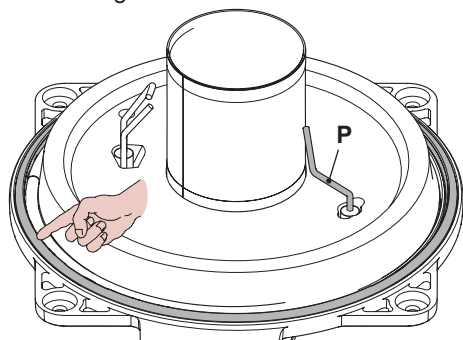
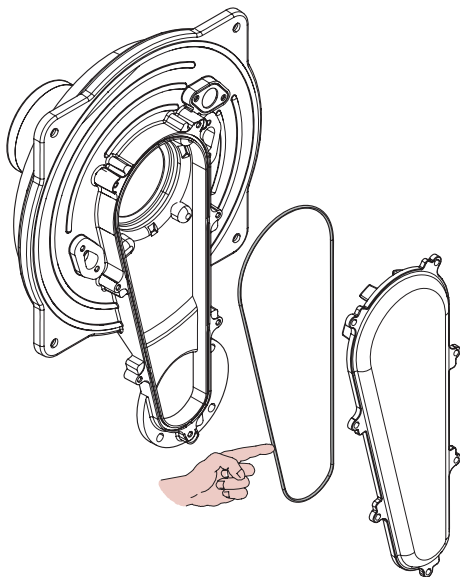

Figura 9.12
Figura 9.13
- La guarnizione in silicone della parete frontale della camera di combustione (Figura 9.12) e la guarnizione del coperchio condotto aria/gas (Figura 9.13) devono essere cambiate se deteriorate e comunque devono essere obbligatoriamente sostituite ogni 2 anni.
- L'elettrodo di rilevazione **P** in Figura 9.12 funge anche da sensore per il corretto scarico della condensa. Se tale elettrodo viene a contatto con acqua di condensa presente all'interno della camera di combustione manda in blocco di sicurezza la caldaia. Pertanto se si trova la cobentazione bagnata o deteriorata provvedere alla sostituzione.